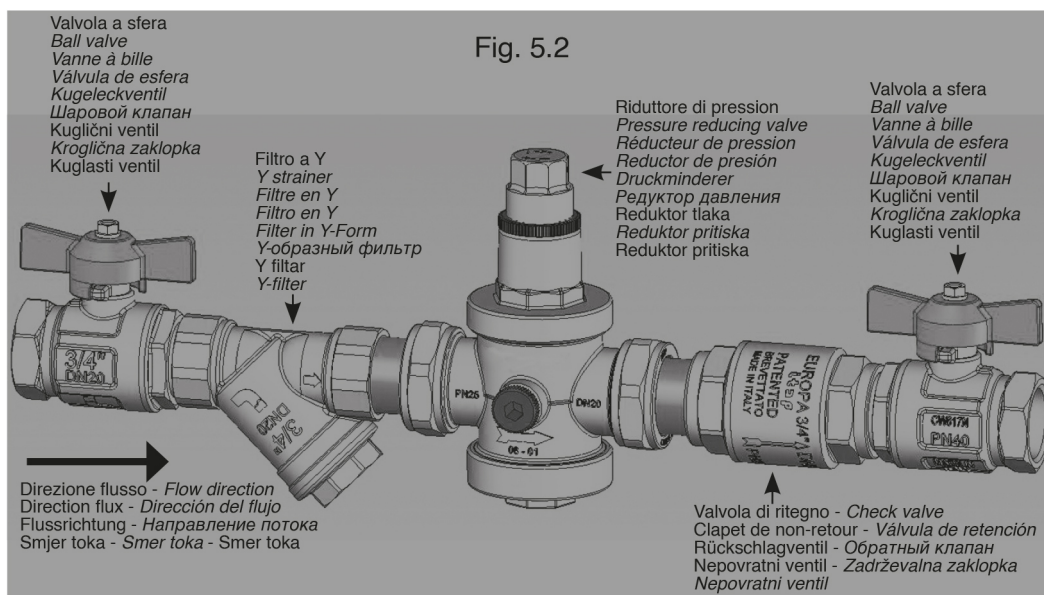

Fig. 5.2
- Per la perfetta regola d'arte d'installazione seguire lo schema di Fig. 5.2